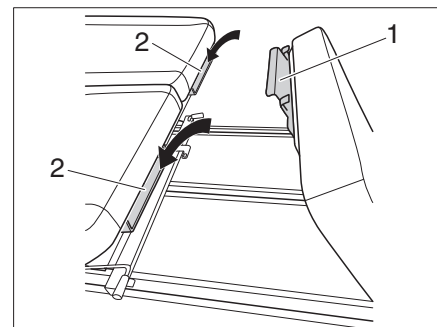

Figura 4 Enganche la extensión de cama
- Enganche las lengüetas (Figura 4,1) de la extensión de cama en los soportes (Figura 4,2) situados debajo del banco de asiento.